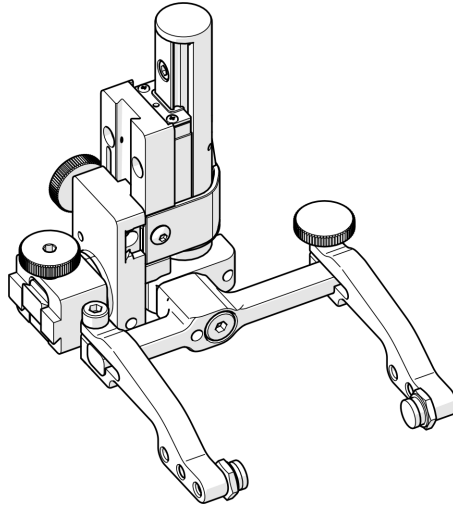

**Figure 2-92 Abaissement de la tige d'arrêt à 90°**
- Localisez la vis M3 enfoncée située sur le dessous du support de sonde. Utilisez une clé à 6 pans de 1,5 mm pour desserrer la tige d'arrêt jusqu'à ce qu'elle soit dégagée de tous les obstacles. Ne supprimez pas la tige d'arrêt (voir la Figure 2-92 à la page 110).